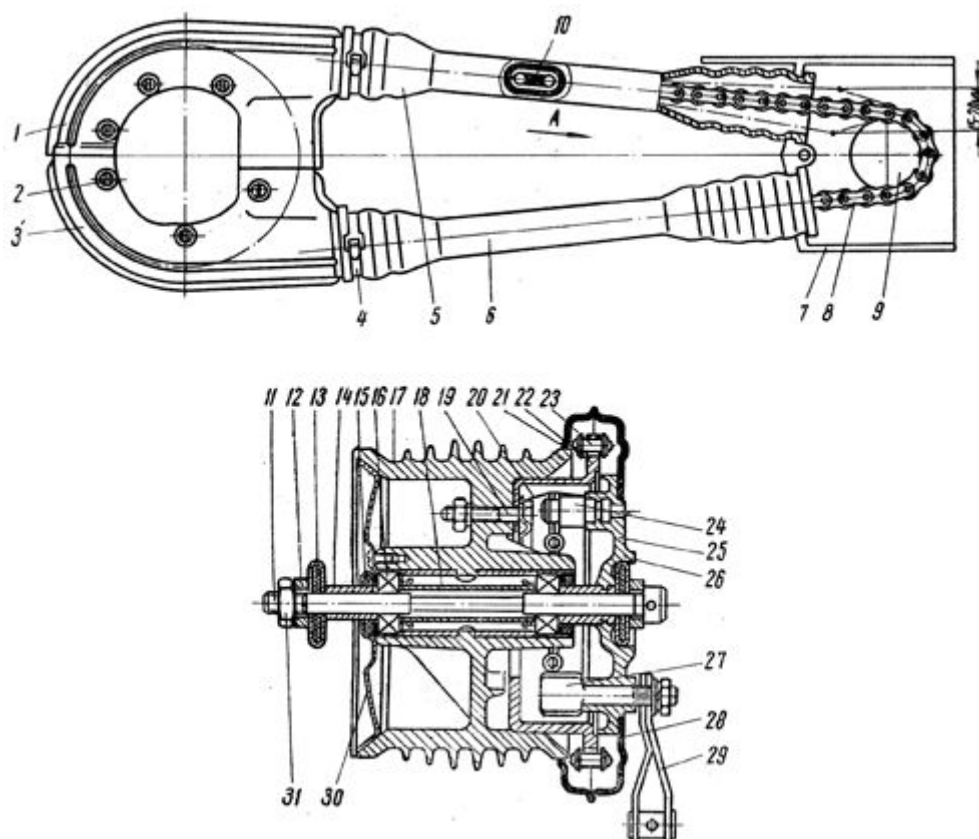

Рис. 20. Главная передача:
Главная передача служит для передачи крутящего момента от двигателя к заднему колесу. Она состоит из ведущей и ведомой зубчаток, цепи, защитного кожуха и резиновых чехлов (рис. 20).
3. При помощи гаек серёг (гайка оси колеса отпущена) установите такое натяжение цепи, чтобы в месте выхода верхней ветви из чехла ее колебание составляло от 15 до 20 мм (рис. 20).